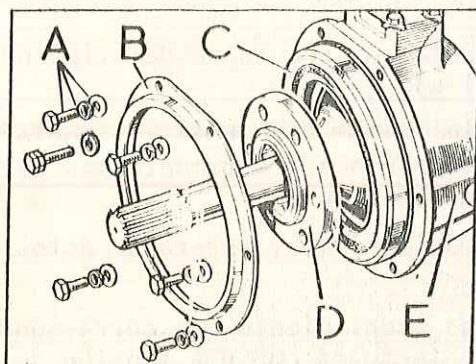
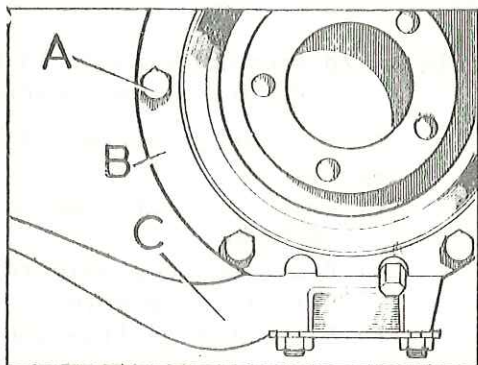

Fig. F-30 Retén de aceite para el cáster del pivote
Fig. F-31 Posición del tornillo de ajuste del tope de dirección
1.5. Extraer el aro, B (Fig. F-30) de retenida del retén, C, del cáster del pivote.
- 2.1. Cubrir el retén, C (Fig. F-30) del cárter del pivote con grasa tensa, e instalarlo con su aro de retenida, B, situando el tornillo de ajuste, A (Fig. F-31) en el agujero que ocupa la posición más adelantado.